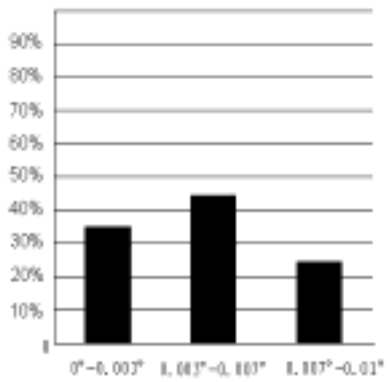
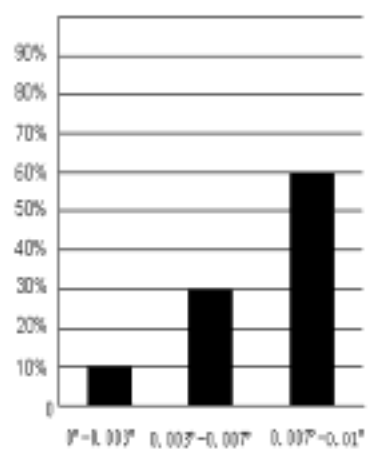

图 2—0° 斜面上的精度
图 5—30°斜面上的精度
6. 常温下, 0°, 5°, 10°, 15° 斜面上的精度（见图 2-图 5）: